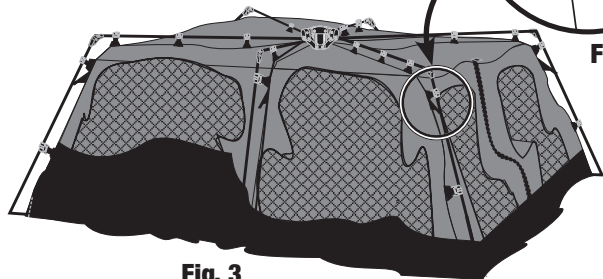

Fig. 3
- Desdoble las articulaciones de los brazos, localizadas en las esquinas y los costados de la tienda de campaña. (Fig. 3 y 4)